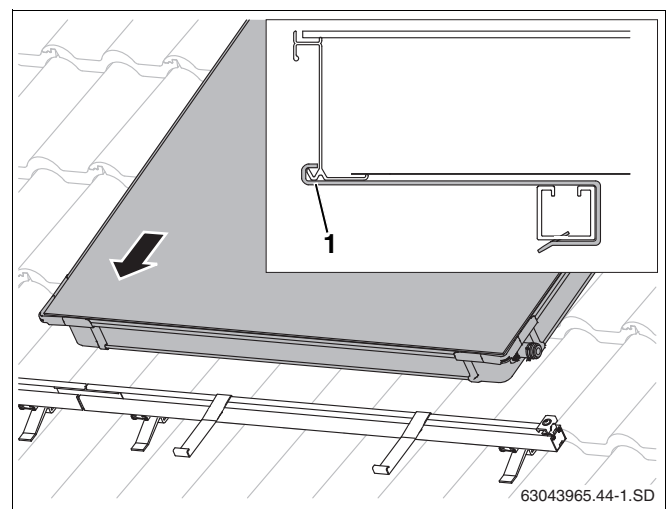

Рис. 43 Установка первого коллектора на профильные рейки
- ▶ Уложите первый коллектор на профильные рейки. Коллектор должен встать в крепления от сползания (рис. 43).
Нижний край коллектора должен войти в крепление от сползания (рис. 43, поз. 1).